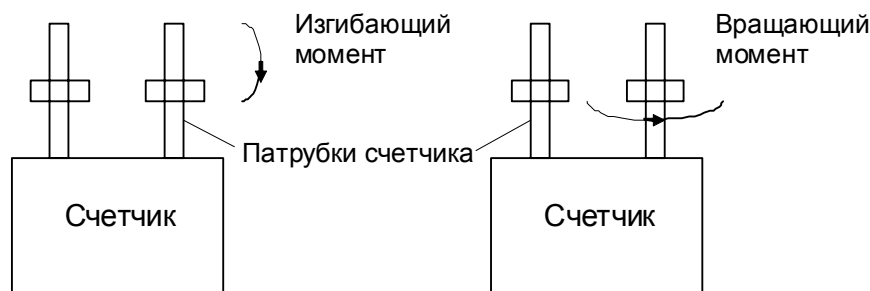

Рис. 2
- 4.9. При установке счетчика изгибающий момент, который может возникнуть на патрубках счетчика вследствие деформации трубопровода, не должен превышать 110 Н·м (см. рис. 2).
- 4.10. Затягивание накидных гаек необходимо выполнять динамометрическим ключом. Вращающий момент не должен превышать 40 Н·м (см. рис. 2).